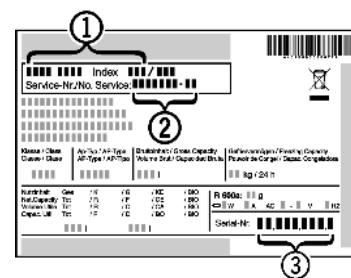

Fig. 17
- ▶ Обратитесь в сервисную службу и сообщите вид неисправности, наименование устройства *Fig. 17 (1)*, сервисный № *Fig. 17 (2)* и серийный № *Fig. 17 (3)*.